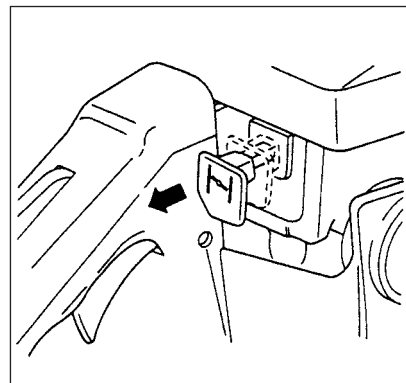

Fig. 2-3
2. Tire la perilla de estrangulador suficientemente a la posición estrangulada. Esto cerrará el regulador de estrangulación automáticamente en la posición de arranque. (Fig. 2-3)